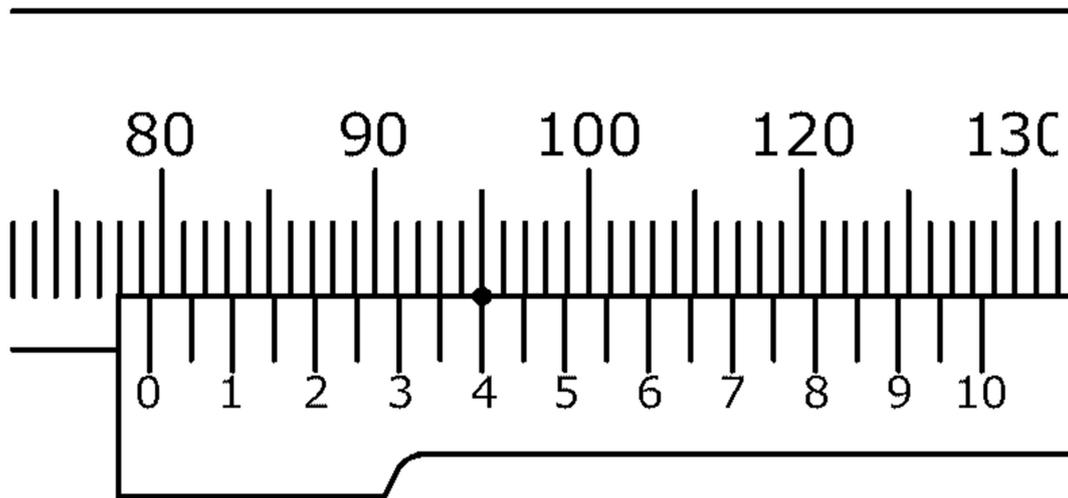

図 6-1
設問 6 次の (1) ~ (4) の図 6-1 ~ 図 6-4 に示す各種測定機器の目盛りを読み取り、その値を答えなさい。ただし、●印を合致点とし、解答の単位は mm とする。